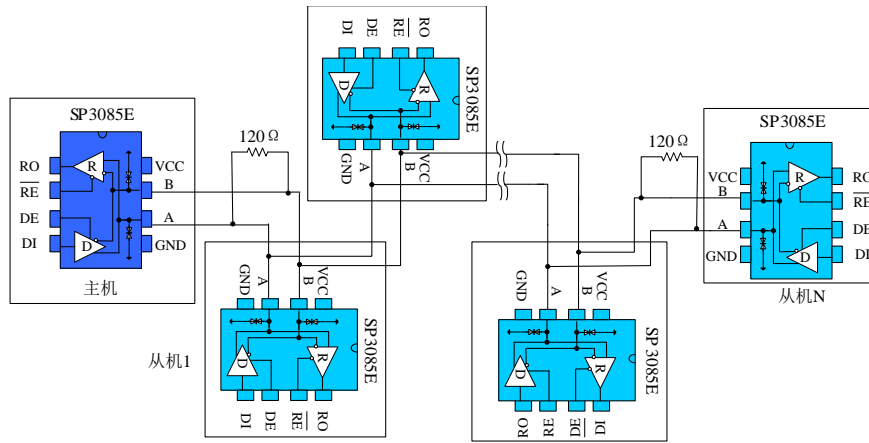

图 12 手拉手式 RS485 半双工通讯网络
5.2 手拉手式组网： 又称菊花链拓扑结构，是 RS485 总线布线的标准及规范，是 TIA 等组织推荐使用的 RS485 总线拓扑结构。其布线方式就是主控设备与多个从控设备形成手拉手连接方式，如图 12 所示，不留分支才是手拉手的方式。这种布线方式，具有信号反射小，通讯成功率高等优点。